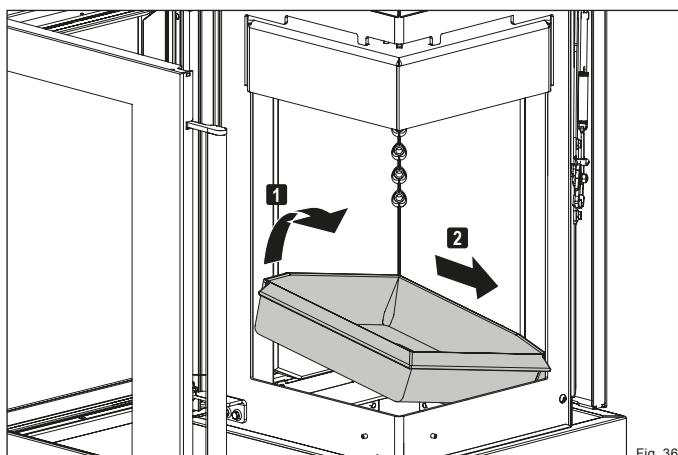

Fig. 36
- Tournez la grille foyer sur le bord droit et retirez-**1** la du foyer **2** (Fig. 36).